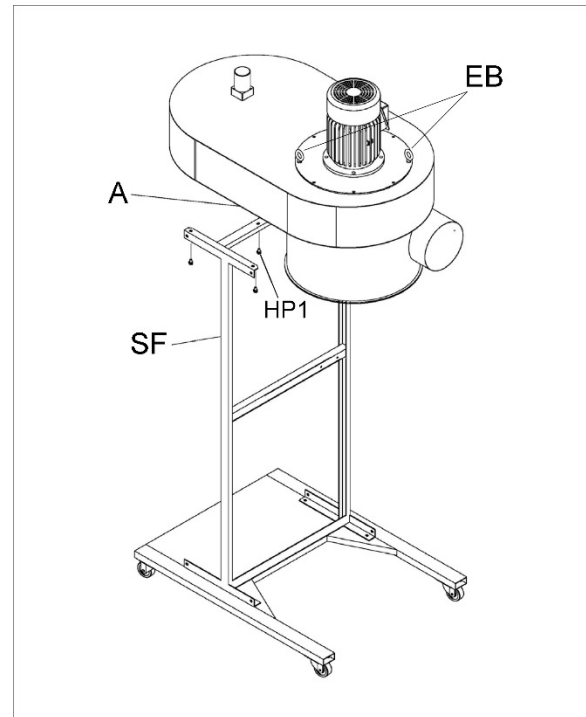

Figura 5
3. Use un dispositivo de izado con flejes/ganchos por los pernos de ojo (EB, Figura 5) para subir el conjunto de caja.
4. Coloque la caja principal (A, Figura 5) sobre el bastidor de soporte (SF) y fije con los pernos de resalto hexagonales (HP1).